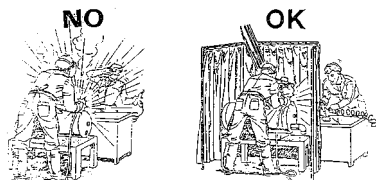

Fig.4
• Réaliser l'opération de soudage dans un milieu isolé par rapport aux autres zones de travail, afin de protéger les opérateurs contre les radiations et la fumée. En cas d'impossibilité, les personnes se trouvant à proximité de l'opérateur, et à plus forte raison ses assistants, doivent être protégées en interposant des rideaux/écrans opaques transparents, auto-extinguibles et conformes à la norme locale en vigueur (le choix de la couleur d'un rideau dépend de la méthode de soudage et de la valeur des courants utilisés), en portant des lunettes de protection anti-UV et si nécessaire un masque équipé d'un filtre protecteur adéquat (Fig. 4). Avant de souder, éloigner du lieu de travail tous les solvants qui contiennent du chlore, normale-